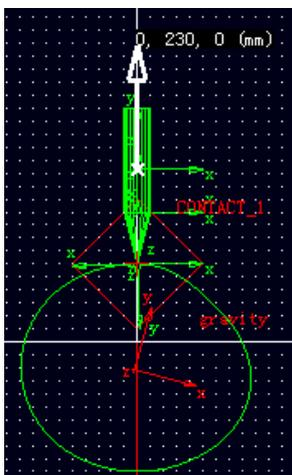
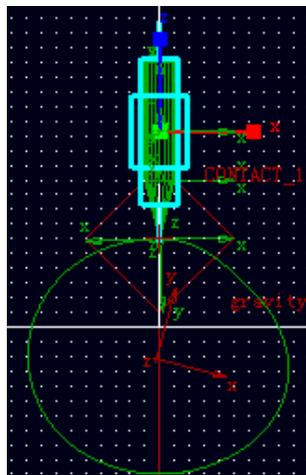

图 7-1 定义移动副的方向
图 7-2 从动件上的移动副
7.2 选择 ADAMS/View 约束库中的移动副 (Joint: Translational) 按钮,参数选择 2 Bod-1 Loc 和 Pick Feature。在 ADAMS/View 工作窗口中先用鼠标左键选择圆柱体 (PART_10), 然后选择机架 (ground), 接着选择圆柱体上的 PART_10.cm, 这时会出现一个白色的箭头, 移动光标, 使箭头的方向垂直向上, 如图 7-1 所示。最后点击鼠标左键确认。图 7-2 中显亮的部分就是创建出来的移动副。